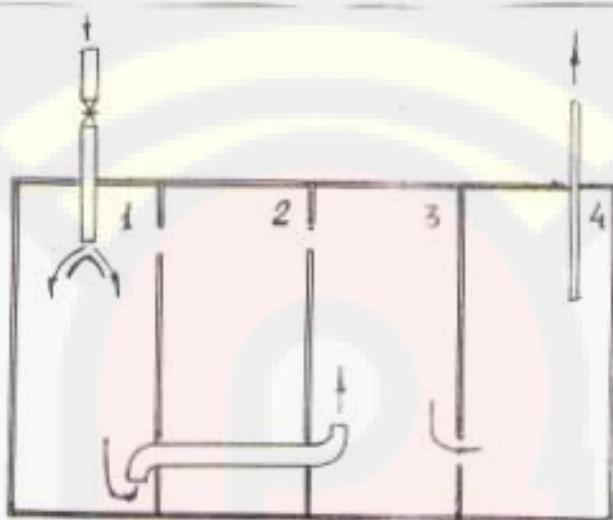

Рис. 4
6.3. Работа и обслуживание системы сбора маслянистых загрязнений (см. рис.4).